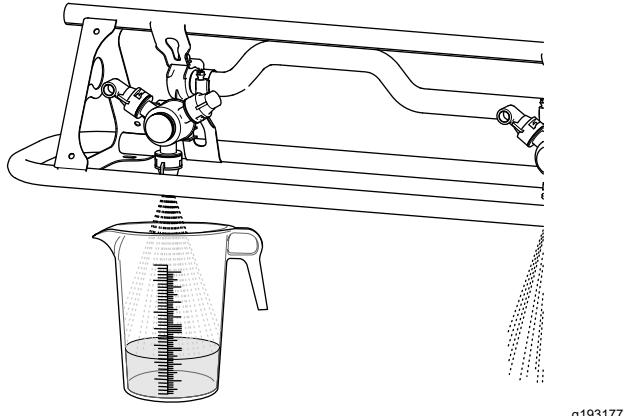

Figura 82
6. Coloque el recipiente de captación bajo la boquilla antes de activar las secciones (Figura 82).
8. Realice la prueba de captación al menos durante 15 segundos o más en 1 de las boquillas (Figura 82).